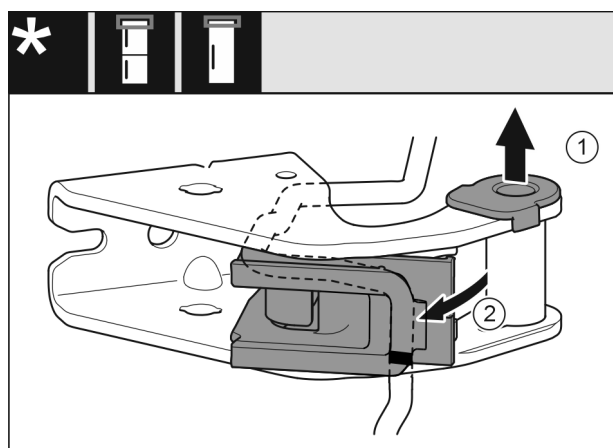

Fig. 26
- ▶ Ležajno dozo povlecite iz vodila. Fig. 26 (1)
- ▶ Držalo kabla obrnite navzven. Fig. 26 (2)